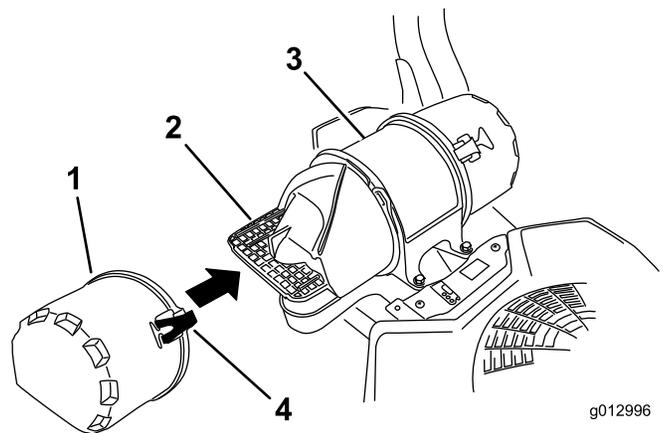

Figura 43
3. Abra los cierres del limpiador de aire y tire de la tapa de la entrada de aire para separarla de la carcasa del limpiador de aire (Figura 43).
5. Instale la tapa de la entrada de aire y sujétela con los enganches (Figura 43).